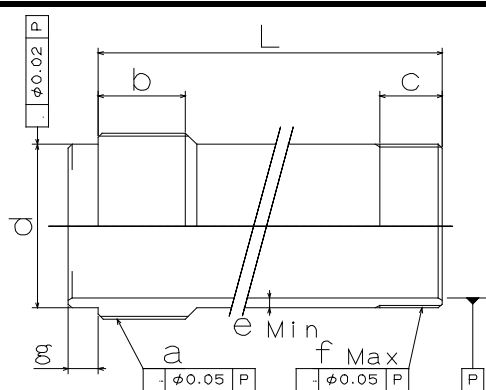

Figure 11
La dimension L à la figure 11 est calculée à partir de l'écart A entre l'adaptateur du cylindre et la contre-plaque.
- Maintenez les dimensions E et F à la figure 11 pour la conduite de traction, en utilisant obligatoirement un matériau d'une résistance à la traction de 380 MPa (38 kgf/mm²) ou plus.